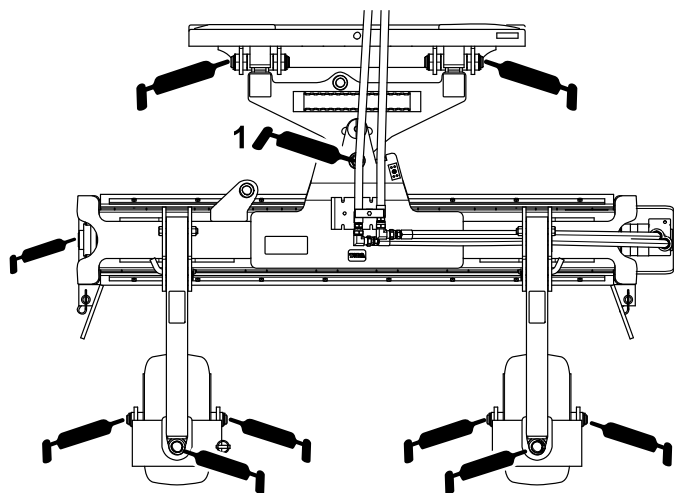

Figure 10
3. Nettoyez les graisseurs avec un chiffon (Figure 10).
6. Graissez les roues pivotantes et le roulement du rouleau (Figure 10).